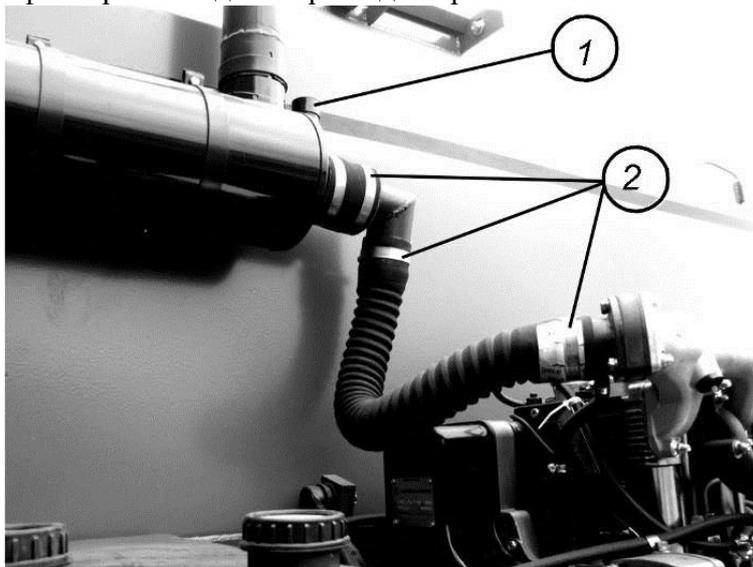

Рис.6.3.2.
2. Проверить индикатор загрязненности воздушного фильтра 1 (рис. 6.3.2). При значительно загрязненном фильтре на индикаторе видна красная полоса.
3. Проверить надежность соединения патрубков 2 воздуховода от фильтра к двигателю (рис. 6.3.2).